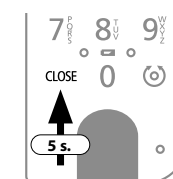
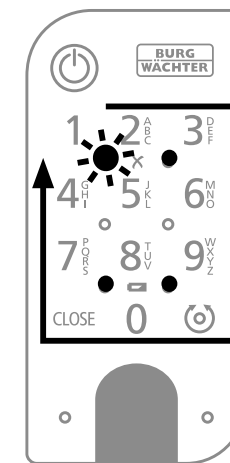

Fig. 4
Fig. 5
- 4 Appuyez sur la touche CLOSE pendant cinq secondes (II) (Fig. 4) et maintenez-la ainsi jusqu'à ce que les signaux LED du clavier s'allument en séquence dans le sens des aiguilles d'une montre (Fig. 5).